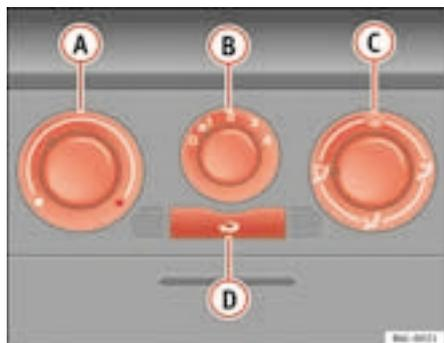

Fig. 88 Sulla plancia portastrumenti: i comandi del riscaldamento
- I comandi ⇒ fig. 88 **A** e **C** e la manopola **B** servono a regolare la temperatura, ad indirizzare il flusso d'aria e a selezionare il livello di potenza del ventilatore.